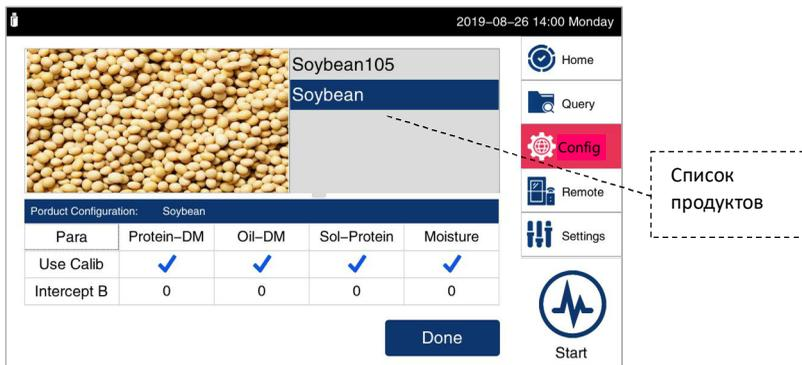

Рис. 7. Конфигурация параметров измерения и настройка калибровки
- 2) Выберите интересующую дату и продукт, как показано на Рис. 7.
- 2) Окно «Коррекция» показано на Рис. 7.